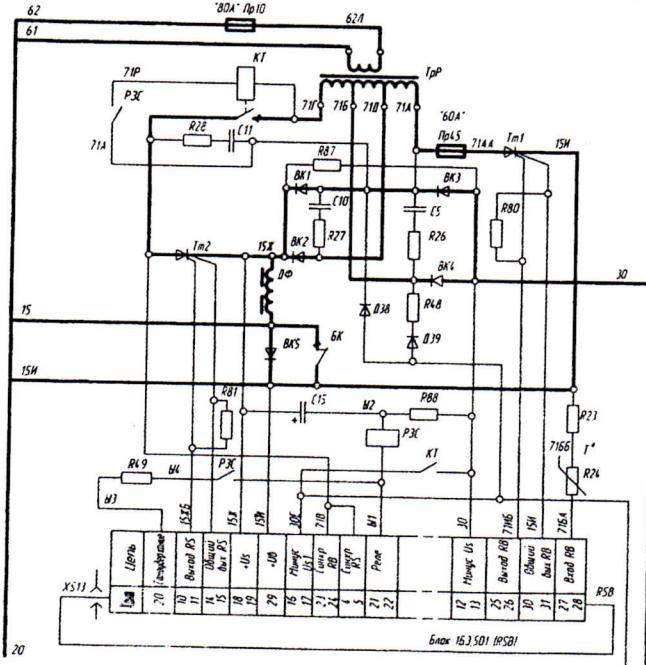

Рис. 1. Схема питания цепей управления и заряда аккумуляторной батареи
**Ч**тобы управления электропоездов переменного тока питаются выпрямленным напряжением 110 В. Для этого используют выпрямительно-стабилизирующие установки (ВСУ), расположенные на головных вагонах. Они содержат разделительный трансформатор  $T_{pP}$  (рис. 1), подключенный к вспомогательной обмотке  $O_1 - X_2$  тягового трансформатора, несимметричный двухполупериодный выпрямитель, состоящий из тиристоров  $Tt1$ ,  $Tt2$ , диодов  $BK1 - BK4$  и дроссель-фильтра  $D\Phi$ .